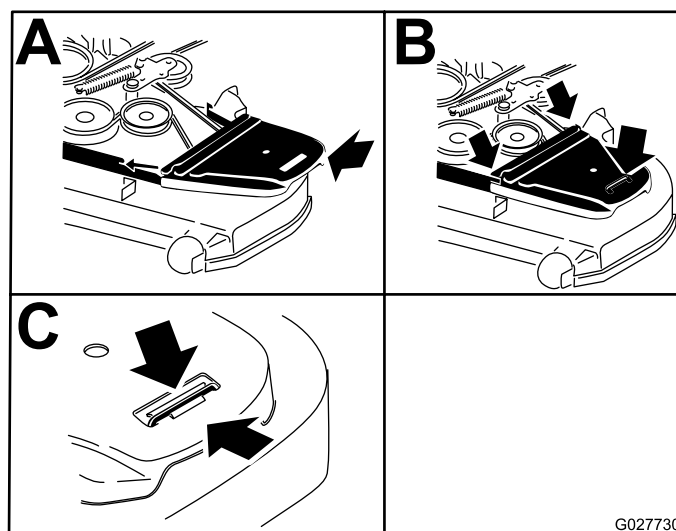

Figura 82
14. Coloque as coberturas da correia e os parafusos presos a elas (Figura 82).